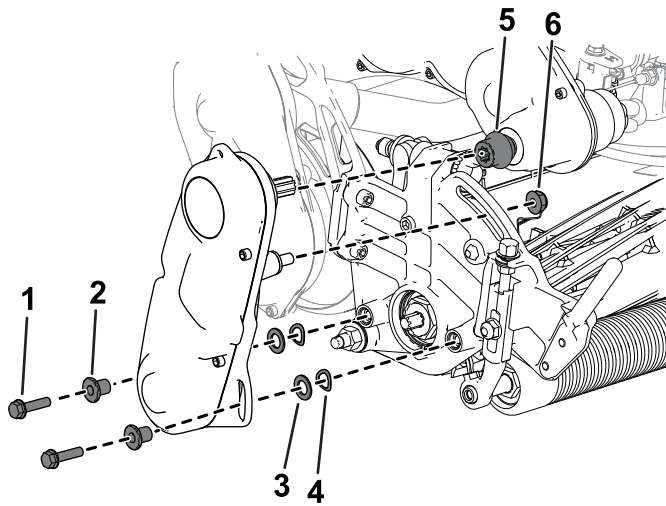

图 46
6. 使用先前卸下的内六角螺丝、垫圈和隔片将滚刀驱动总成固定到滚刀组侧板上图 46。
确保滚刀驱动总成驱动轴安装在变速箱驱动轴联轴器上图 46。